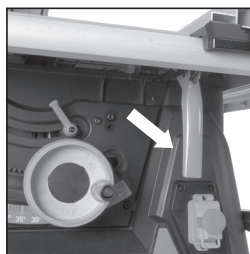

Fig. 26
- Tirer le levier de fixation pour la rallonge de table qui se trouve directement au-dessus de l'interrupteur **marche/arrêt** vers le haut (**fig. 26**).